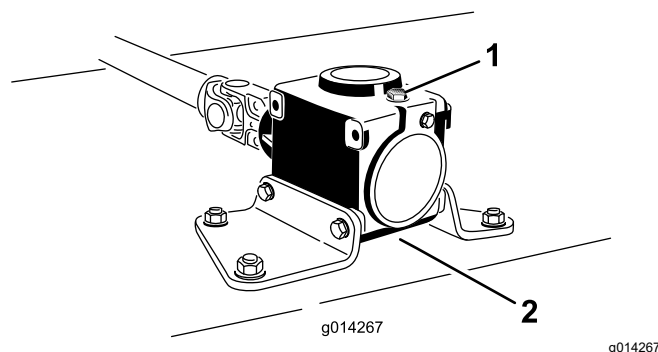

Figura 20
6. Retire la varilla/ tapón de llenado de la parte superior de la caja de engranajes (Figura 20) y asegúrese de que el lubricante está entre las marcas de la varilla.
6. Retire el tapón de llenado/varilla de la parte superior de la caja de engranajes (Figura 20).